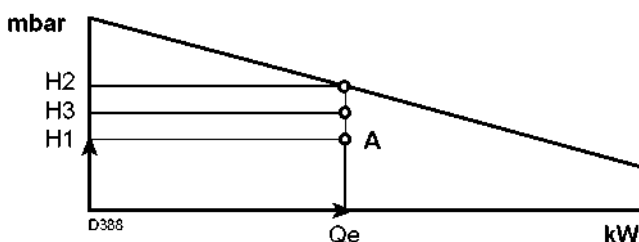

Рис. 41
4. Проведите через точку A вертикальную линию, рисунок 41, и найдите максимальное давление H2 в рабочем диапазоне.